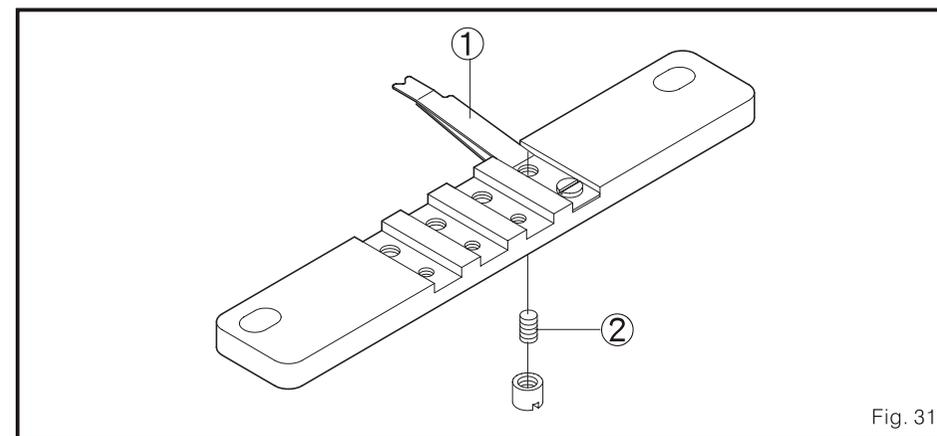

Fig. 31
(6) Ajustar a pressão da mola da folha cortante móvel 1: (Fig. 31)